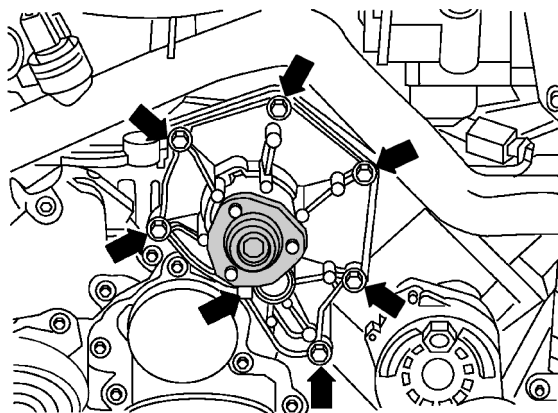

图 1-5-46 旋出冷却液泵的螺栓
- (8) 从冷却液泵上取下多楔带轮。
- (9) 旋出冷却液泵的螺栓(图 1-5-46 中箭头所示)并拆下冷却液泵。